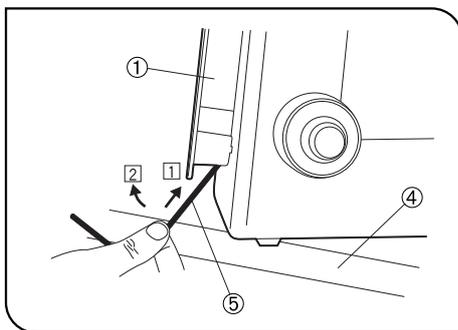

Abb. 8
Das Mikroskopstativ zur Tischkante schieben ④, einen Sechskant-Steckschlüssel ⑤ am unteren Teil der Kabelaufhängung ① ansetzen, und die gesamte Aufhängung zum Entfernen nach oben ziehen, indem der Sechskant-Steckschlüssel in die Richtungen [1] und [2] gedrückt wird. (Abb. 8)